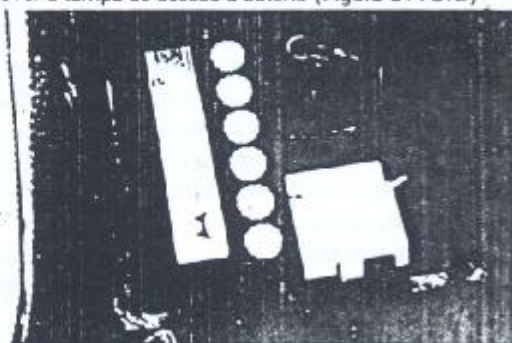

Figura 9.15.2 - Tampa de acesso removida
3. Remover a tampa de acesso à bateria (Figura 9.15.2)